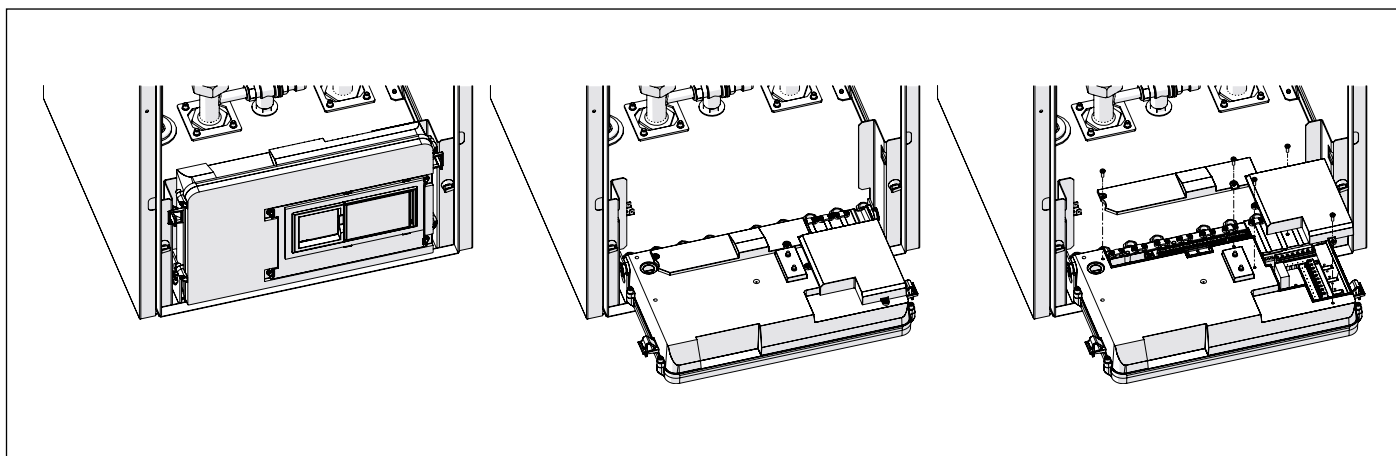

Рис. 32 Блок електрики
- Поверніть блок електрики вперед на 90° (див. Рис. 32 Блок електрики).
- Зніміть дві кришки з зовнішніх електричних з'єднань (А і В), послабивши гвинти, що кріплять їх до блоку електрики (див. Рис. 32 Блок електрики).